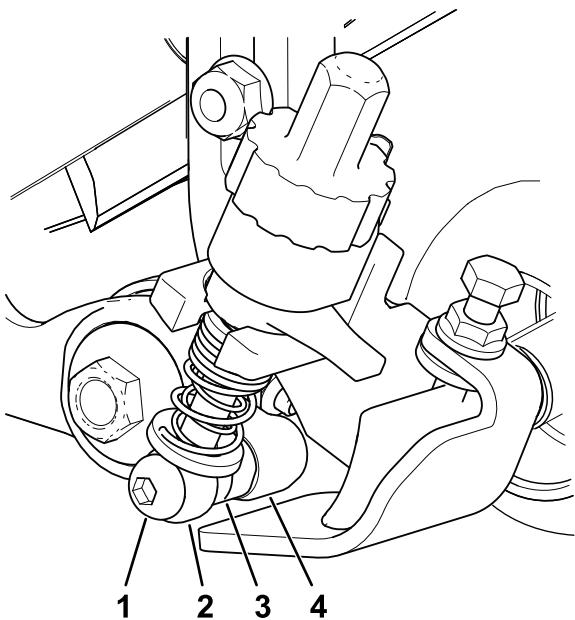

Bild 12
6. Ziehen Sie bei zurückgehaltener Spindel den Sechskantantrieb der Antriebswelle auf ein Drehmoment von 135-150 N·m an, siehe Bild 12.
- Richten Sie auf der Seite der Spannscheiben die Einstellarmstange der Schnitthöhenhalterung mit dem Einstellerring an den Spannscheiben aus und befestigen Sie diese mit einer Ansatzschraube, wie in Bild 12 dargestellt. Ziehen Sie die Ansatzschraube auf ein Drehmoment von 20 bis 26 N·m an.